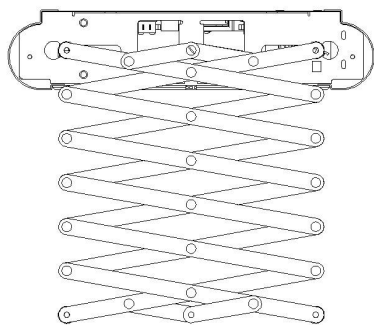
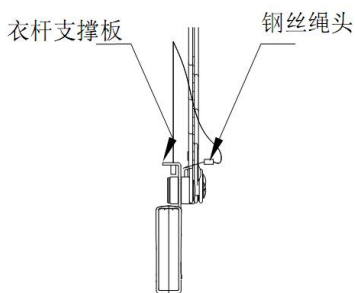

图 3
图 4
7. 安装剪刀架：先将剪刀架一端安装在主机安装板上，用剪刀架螺丝锁紧（如图 3 所示），再将另一端剪刀架安装在衣杆支撑板槽内，并用剪刀架螺丝锁紧,然后将钢丝绳的圆锌头套进衣杆支撑板的卡孔内（如图 4 所示）。